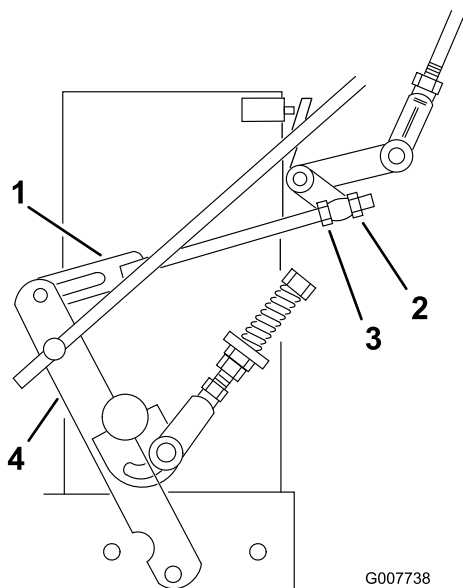

Bild 34
8. Lösen Sie die vordere Einstellmutter am linken hydraulischen Steuergestänge, wie in Bild 34 dargestellt.
9. Drehen Sie die hintere linke Einstellmutter nach links, bis sich das Rad vorwärts dreht (Bild 34).
10. Drehen Sie die hintere Einstellmutter jeweils um eine Vierteldrehung nach rechts. Schieben Sie den Fahrgeschwindigkeitshebel nach vorne und dann zurück auf Neutral. Wiederholen Sie diese Schritte, bis sich das linke Rad nicht mehr vorwärts dreht (Bild 34).